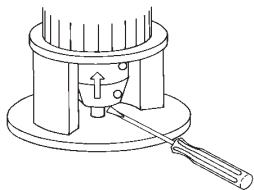

Рис. 20 Поднятие муфты и вала насоса
3. С помощью отвертки приподнимают (в направлении электродвигателя) муфту или вал насоса таким образом, чтобы произошло касание муфты вала насоса и электродвигателя, как показано на рис. 20. И затем опускают на половину хода.